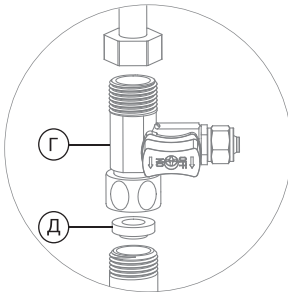

Рис. 5
1. Установите адаптер-вентиль (Г) между магистралью холодной воды и гибкой подводкой вашего смесителя. Уплотните соединение адаптера-вентилля с магистралью при помощи поставляемого в комплекте уплотнительного кольца (Д) (рис. 5).